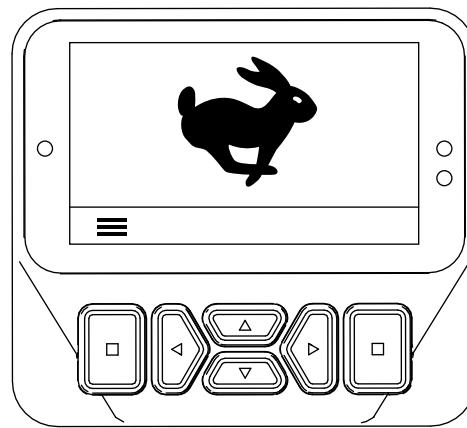

Figure 77
**Remarque:** L'InfoCenter affiche l'icône de TRANSPORT (Figure 77).